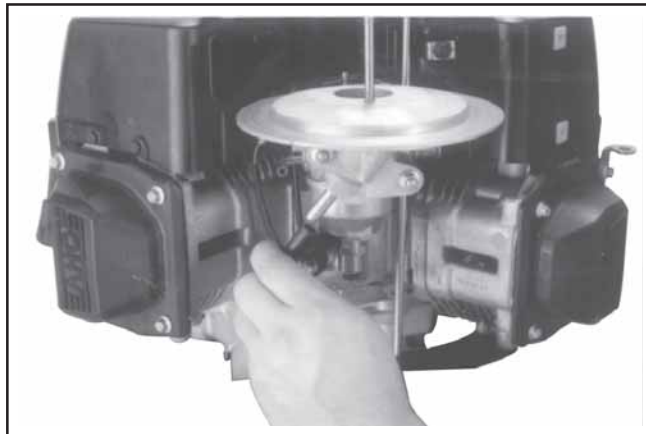

Figura 11-79. Installazione del tubo del carburante (Commercial Mower).
3. Collegare i tubi del carburante. Vedere Figura 11-79.